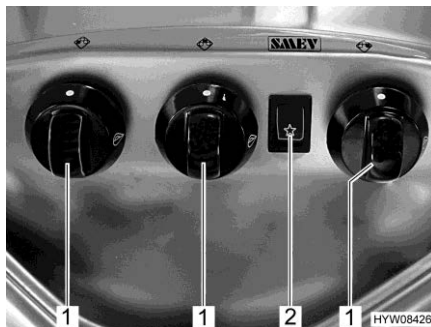

Fig. 180 Elementi di comando (fornello a gas)
- Ruotare il pomello girevole (Fig. 180,1) dell'impianto a fiamma libera desiderato in posizione accesa (fiamma alta).
- Premere l'interruttore a bilico (Fig. 180,2). Sul bruciatore vengono prodotte scintille.